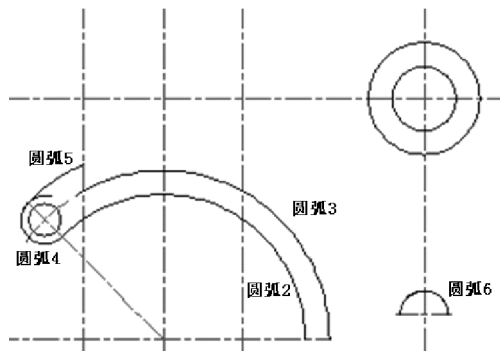

图 5-18 绘制圆弧
(3) 绘制圆弧
① 单击【绘图】工具栏 | 【圆弧】按钮 ，选择输入 C，接着指定圆心为直线 1 与直线 2 的交点，起点为 (@ 90, 0°)，指定圆弧的端点为直线 4 上的点，得到圆弧 2。
② 单击【绘图】工具栏 | 【圆弧】按钮 或按空格键/回车键，继续绘制圆弧 3、圆弧 4、圆弧 5 及圆弧 6，各圆弧的圆心分别选择直线 1 与直线 2 的交点、直线 4 与圆弧 1 的交点、直线 1 与直线 2 的交点、直线 3 与直线 7 的交点，半径分别为 105、15、120、15，各起点与端点如图 5-18 所示。
(4) 偏移直线 5